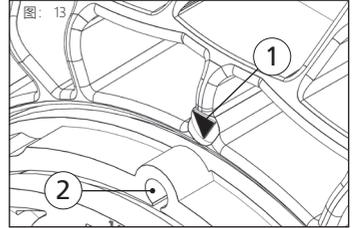

图: 13
- 系统盖的扳手螺纹内的钻孔必须与法兰上的箭头相对 (见图: 13)。